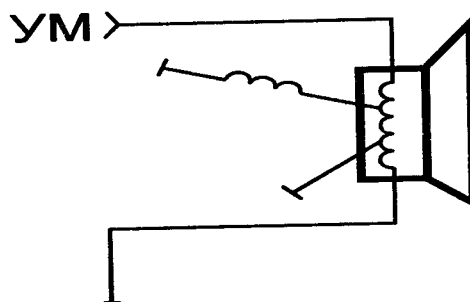

Рис. 4
2.2. Вышел из строя усилитель мощности (УМ) или разделительный конденсатор между УМ и динамическими головками, также не исключен обрыв подводящей проводки к динамической головке, обрыв катушки динамика. При устранении данной неисправности следует проверить подводящие провода к динамикам, разделительный конденсатор, УМ, а также отсутствие пробоев на корпусе катушки динамической головки (см. рис.4), что перегружает УМ и приводит к выходу его из строя.